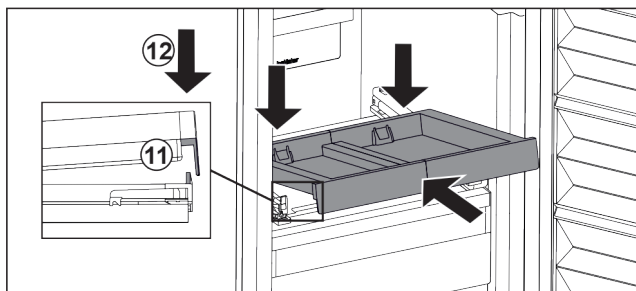

Fig. 98
- Šikmo zasuňte. Dbejte, aby byl na obou stranách doraz za západkou. Fig. 98 (11)
- Usadte vpředu vysouvací přihrádku. Fig. 98 (12)